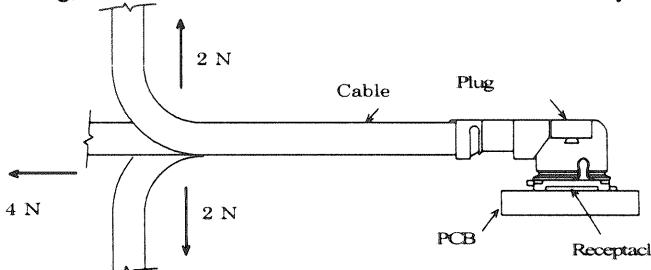

Fig.2
(3) Cable retention force / ケーブル保持力
A. Testing : Apply force on the cable as shown in Fig.2.
A. 試験法: Fig. 2のようにケーブルに力を加える。尚、試験中にDC100mAの電流を流して電気的瞬断を確認する。